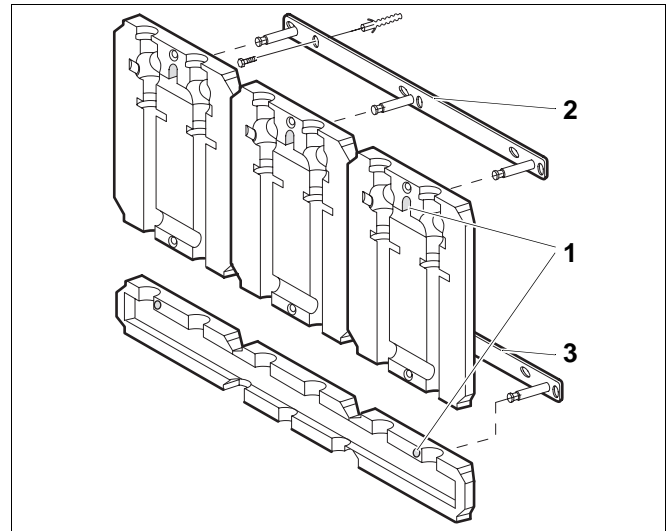

Abb. 6 Wandhalter für Heizkreis-Sets
- Durchbruch (Abb. 6, Pos. 1) für den Wandhalter (Abb. 6, Pos. 2 und 3) aus den hinteren Wärmeschutzteilen ausschneiden.
- Hintere Wärmeschutzteile vom Heizkreis-Set und Heizkreis-Verteiler vor den Wandhalter schieben (Abb. 6).